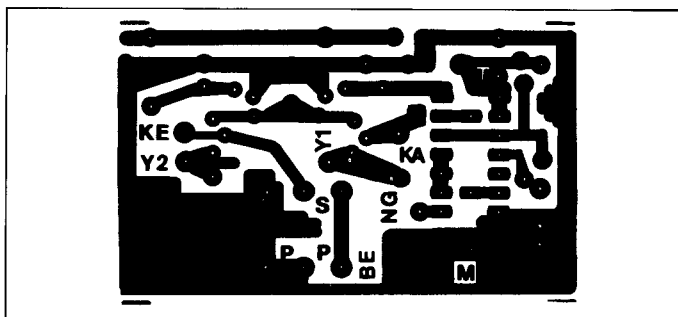

Abb. 6: Platinvorlage des Nadelimpulsgenerators
1. Kontrolle der Platinen (s. Abb. 6) auf Fehler (Brücken, Risse).